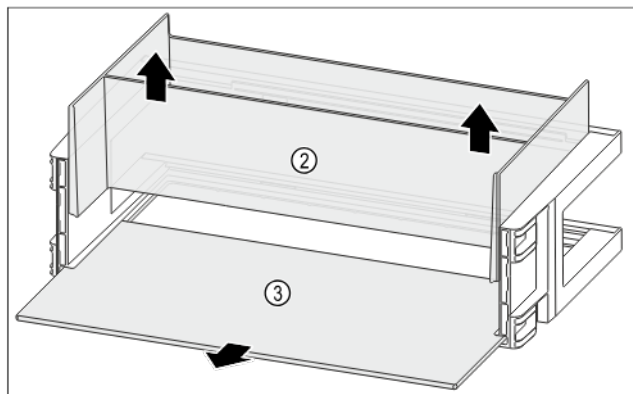

Fig. 123
- Wyjąć organizer Fig. 123 (2) do góry.
- Wyjąć półkę Fig. 123 (3).